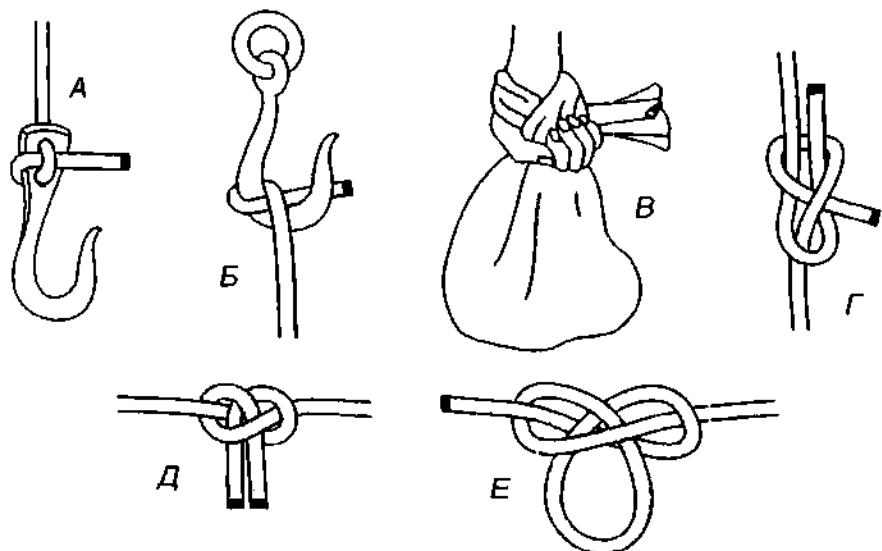

Рис. 582. Самозатягивающийся полуштык является конструктивным элементом многих узлов.
**Опора для самозатягивающегося полуштыка** может быть любой формы и узел от этого может называться по-разному (рис. 582). Опорой для **самозатягивающегося полуштыка – гачного узла** – является крюк (рис. 582 А, Б). С помощью **самозатягивающегося полуштыка** удобно переносить не полные мешки – опорой узлу в данном случае является рука (рис. 582 В). Опорой для **самозатягивающегося полуштыка** может служить даже сама верёвка, тому замечательный пример **шкотовый узел** (рис. 582 Г), **травянной узел** (рис. 582 Д) или **травяная петля** (рис. 582 Е). Один конец верёвки прикреплен к другому **самозатягивающимся полуштыком**, и чем большее напряжение испытывает узел, тем сильнее ходовой конец зажимается коренным. **Самозатягивающийся полуштык** одинаково хорошо работает и на жёсткой и на мягкой верёвке.